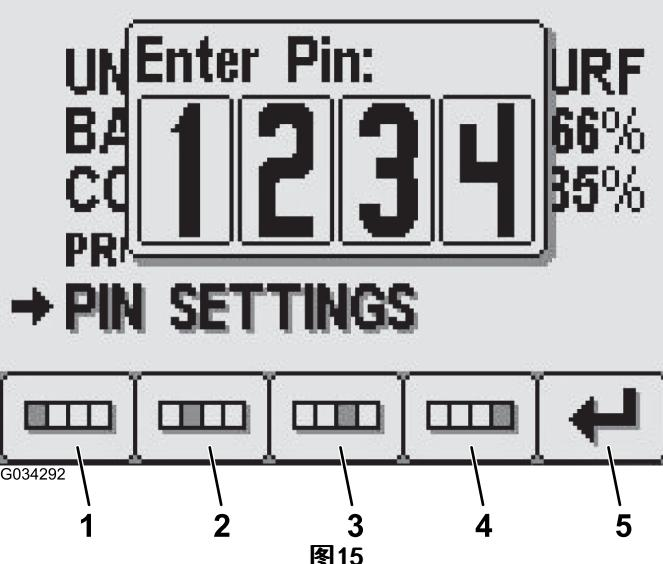

图15
2. 使用 1 号到 4 号按钮输入您的 PIN，输入完成后按 5 号按钮 (图15)。
4. 使用 1 号到 4 号按钮输入您的旧 PIN，输入完成后按 5 号按钮（图15）。